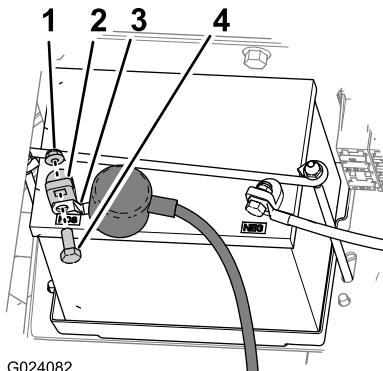

Рисунок 2
5. Сдвиньте назад изоляционный колпачок и удалите болт и гайку крепления клеммы положительного кабеля аккумуляторной батареи к положительному штырю (Рисунок 2).